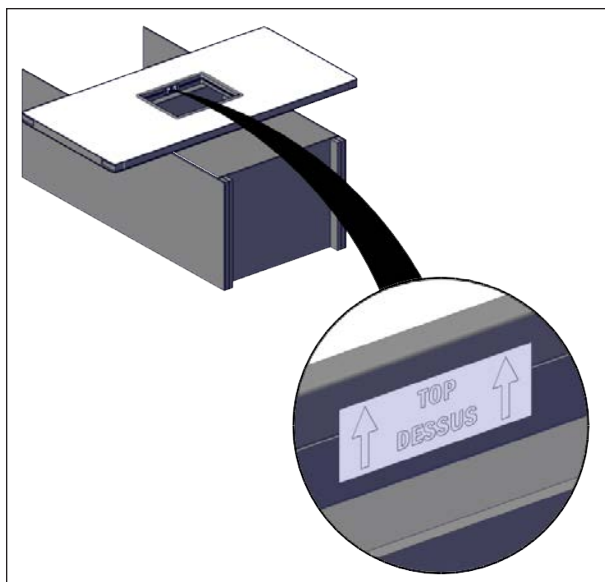

FIGURE 24: INSTALLATION DES PANNEAUX
2. Placer le panneau de la sortie d'urgence (environ 119 cm x 244 cm [47 po x 96 po]) au milieu de la surface d'installation (Figure 24). S'assurer que l'étiquette « Top/Dessus » située dans l'ouverture du panneau est adéquatement orientée.